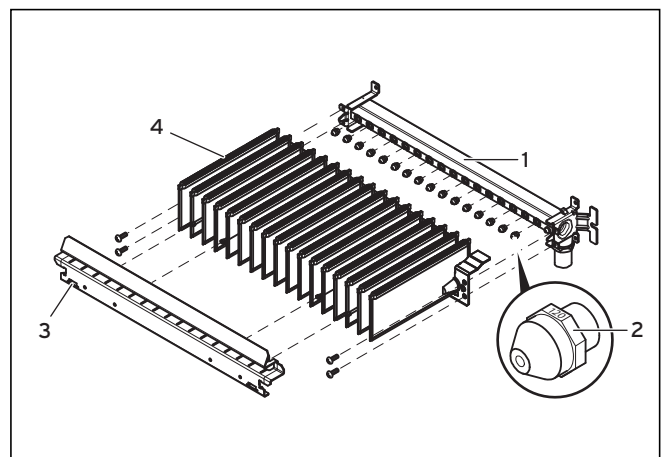

Fig. 6.4 Identificación de las toberas
- Desatornille el tornillo de obturación de la tobera de medición para la presión del quemador (véase fig. 6.4 Tobera de medición para la presión del quemador).